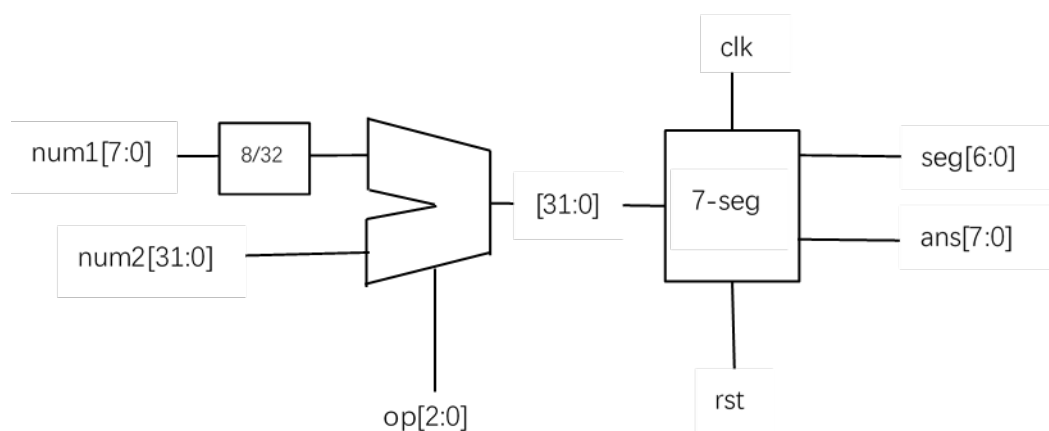

图 2: ALU 实验原理图
本次实验将 ALU 输出结果通过板载七段数码管进行显示验证,原理图如图 2所示:
-top.v	设计顶层文件,参照图 2 将各模块连接。